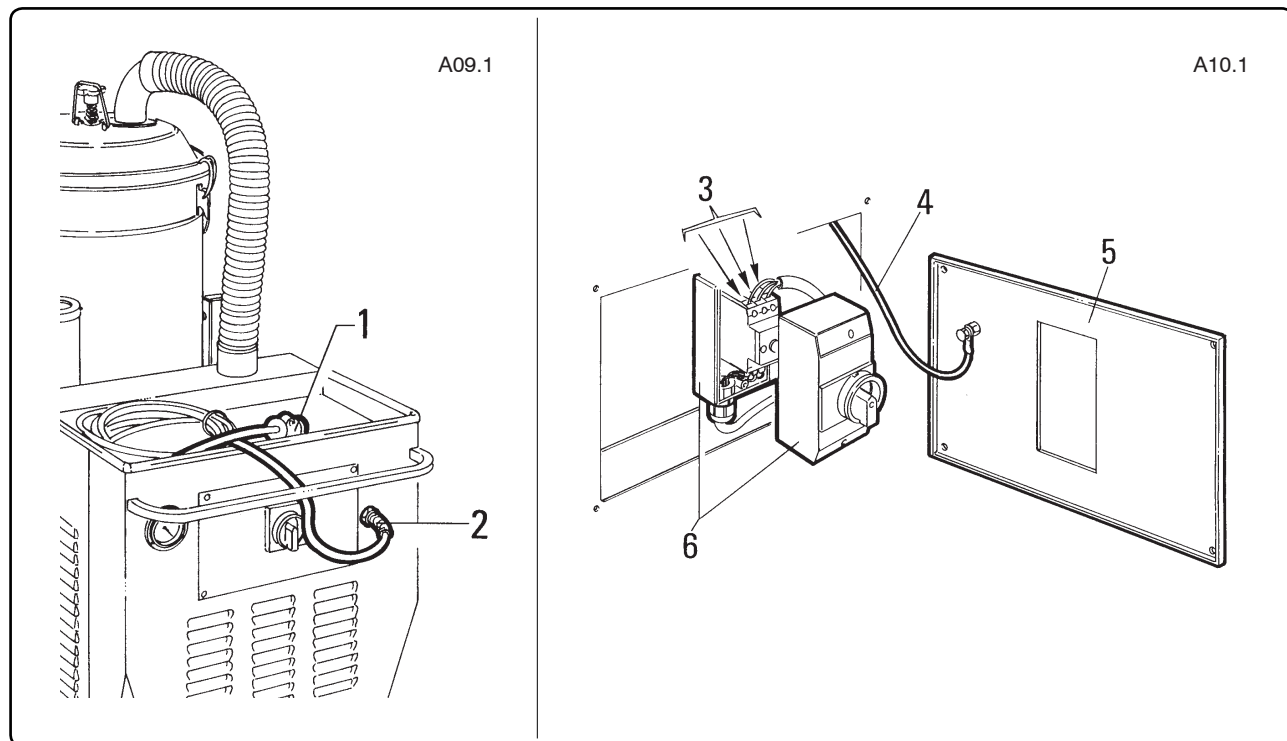

Fig. 3.5.1
3.5 - Collegamento alla rete elettrica (fig. 3.5.1)
3.5 - Connecting to the electricity main (fig. 3.5.1)
3.5 - Raccordement au secteur d'alimentation électrique (fig. 3.5.1)
3.5 - Anschluß an die elektrische Energieversorgung (Abb. 3.5.1)